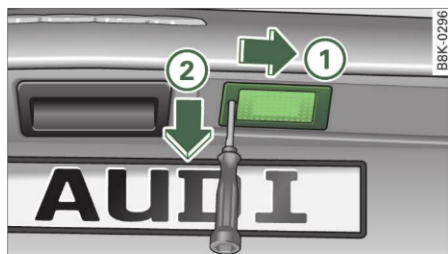

Fig. 282 Capacul portbagajului: Demontarea lămpii numărului de înmatriculare
- Introduceți partea plată a șurubelniței în fanta de la lampa numărului de înmatriculare ⇒ fig. 282.
- Cu ajutorul șurubelniței apăsați lampa mai întâi spre dreapta săgeata ①, și trageți lampa din această poziție în jos săgeata ② din locaș.